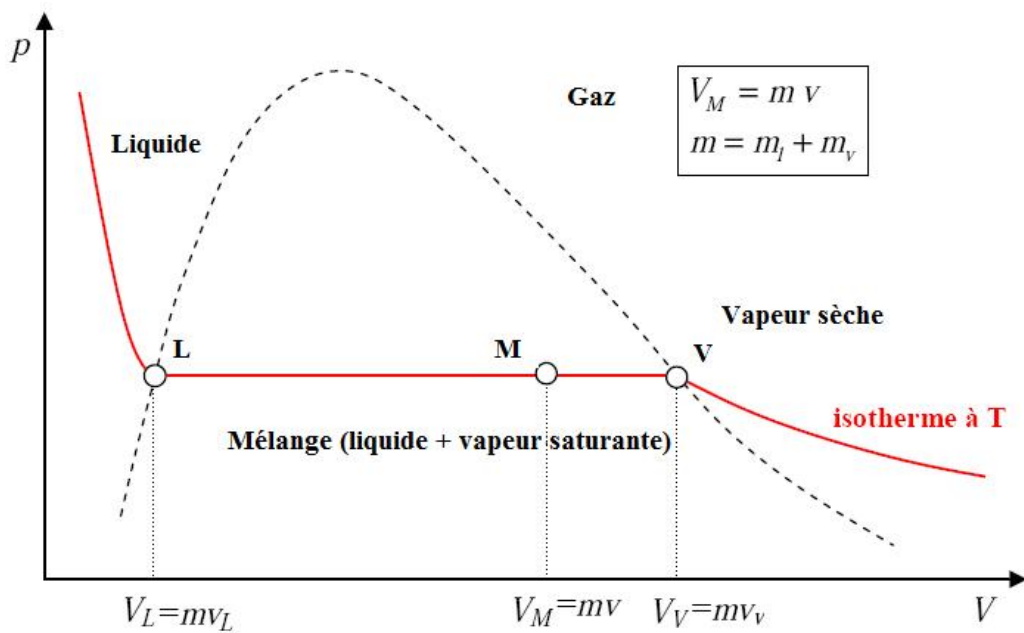

Figure 4.3. Le titre d'une vapeur à l'équilibre dans un diagramme de Clapeyron
Sur la figure 4.3, le point M situé sur le palier de liquéfaction représente l'état d'équilibre d'une masse m de corps pur à la température T dans l'état de vapeur saturante, telle qu'une masse m_l de liquide coexiste avec une masse m_v de vapeur. Lorsque le point M progresse sur le palier de vaporisation (liquéfaction), la proportion de liquide et de vapeur qui constitue le système évolue. Ainsi, au **point de rosée** (V), il y a 100% de vapeur sèche et 0% de liquide ($m_v=m$). Puis, lorsque l'on diminue le volume, la quantité de vapeur diminue tandis que la quantité de liquide augmente et au **point de bulle** (L) il y a 100% de liquide et 0% de vapeur ($m_l=m$).